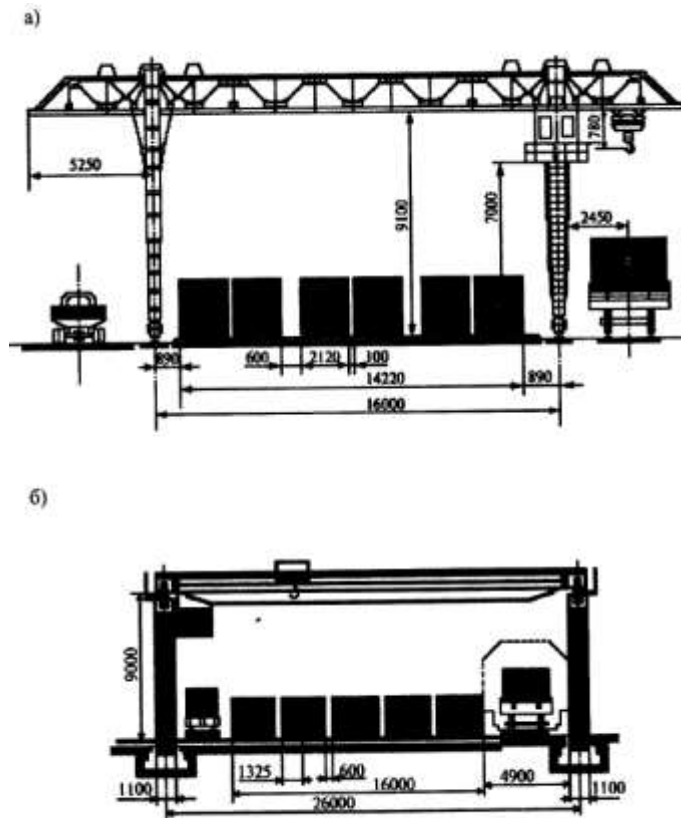

Рисунок 9.1 – Схема контейнерной площадки:
1.6. Полезная ширина контейнерной площадки (м) $B_{\text{к}}$ определяется по схеме для каждого варианта (см. схемы рис. 9.1), $B_{\text{к}} = l_{\text{кр}} - 2b_{\text{г}}$ (см. практическое занятие №8).